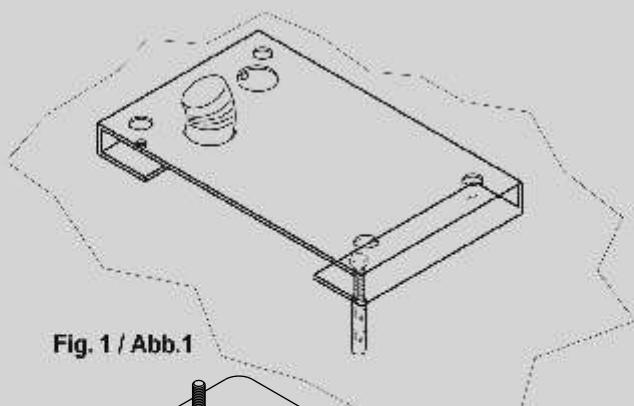

Fig. 1 / Abb. 1
- Die Verankerungsplatte entweder mit 4 Spreizdübeln befestigen oder im Beton einbetten (Abb. 1).
- Bevestig de verankingsplaat met 4 chemische ankers of isoleer de plaat in beton (fig. 1).